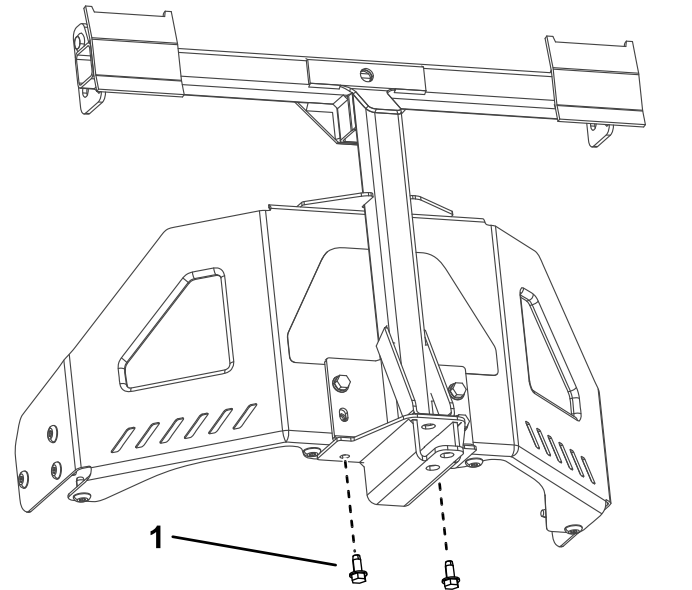

Figura 9
3. Pričvrstite okretni ram zadnji deo rama mašine pomoću 2 samourezujuća vijaka (5/16 × 3/4") kao što je prikazano na Figura 9.